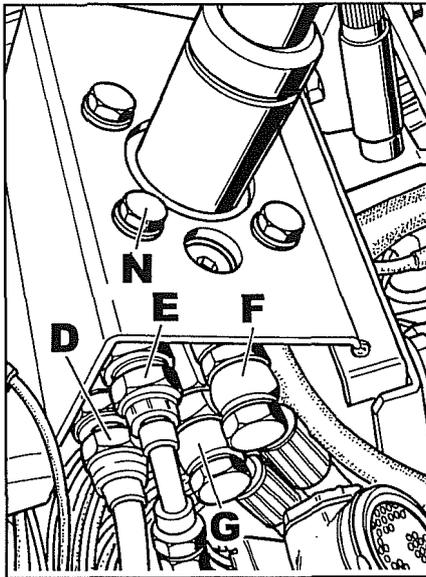

Fig. 60
2. Faire une marque de repère puis débrancher les canalisations **D-E-F-G** fig. 60. Enlever les vis **N** en séparant la colonne de direction du groupe hydraulique placé dessous.